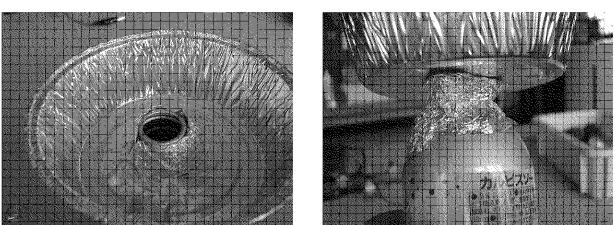

図13 アルミニウム皿の取りつけ
- (1) アルミニウム皿の中心にカッターナイフで穴を開け、ボトル缶の口に差し込む。アルミニウム皿の底部にアルミニウムはくを巻いて、ボトル缶の口がアルミニウム皿から1cm程度突き出すように調節する。また、取り付けにはアルミニウム皿とボトル缶の間に隙間ができるないようにアルミニウムはくでふさぐ（図13）。